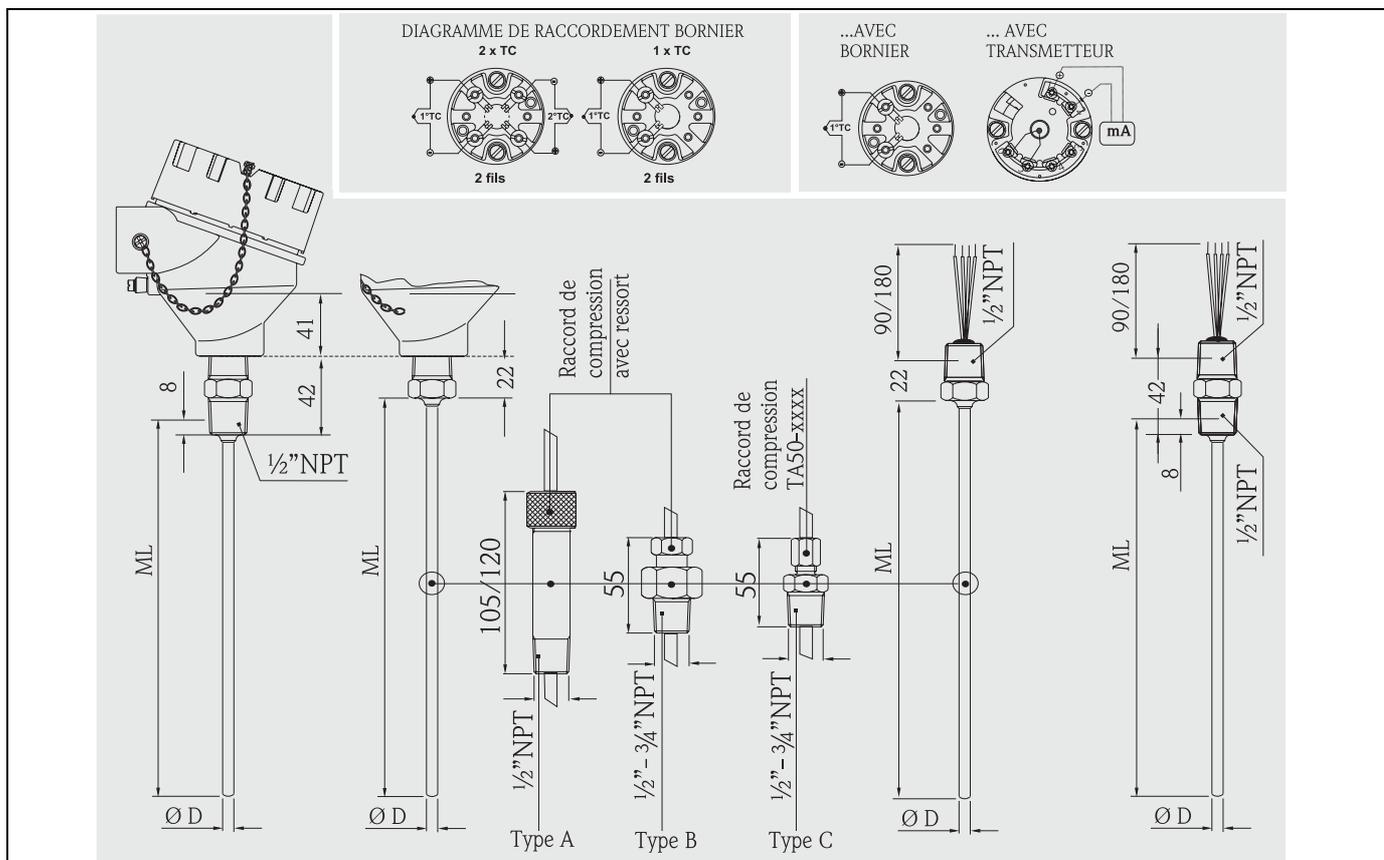

Fig. 5 : Composants fonctionnels et diagrammes de raccordement standard avec bornier de raccordement céramique et transmetteur.
Pour la TC65, l'élément de mesure se compose d'un insert à isolation minérale (MgO) non interchangeable avec une gaine en inox AISI316L. Comme longueur d'insertion (ML) on pourra choisir les dimensions les plus fréquemment utilisées ainsi que des longueurs spécifiques au client. Ces dernières peuvent être sélectionnées dans une vaste gamme de valeurs (voir "Structure de commande" à la fin du présent document). Pour la sonde on pourra choisir une longueur dans une plage standard de 50 à 5000 mm. Les sondes ayant une longueur supérieure à 5000 mm peuvent également être commandées et livrées après une analyse technique de l'application concernée (longueur max. 30.000 mm). Le raccordement électrique de chaque thermocouple est effectué au moyen de deux fils (voir fig. 5).